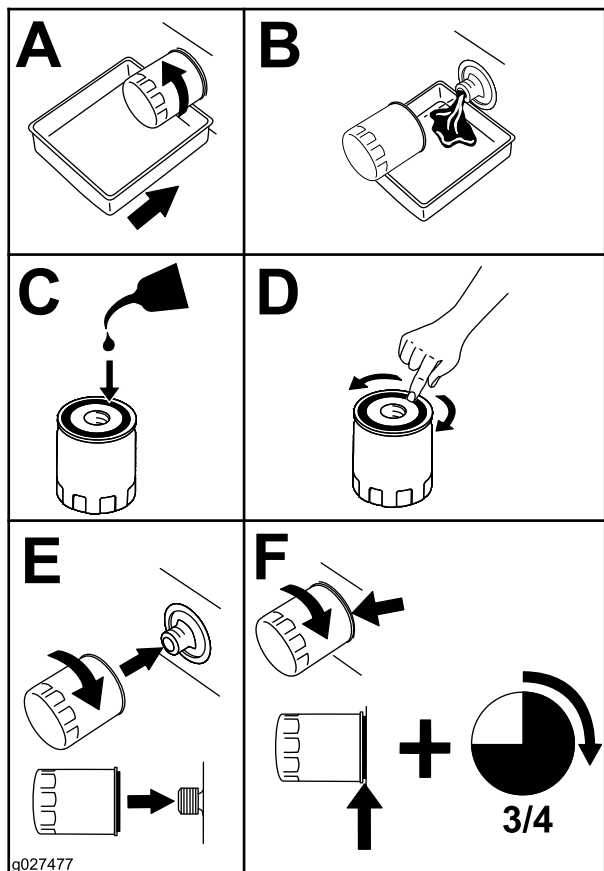

Figura 67
2. Sustituya el filtro de aceite del motor (Figura 67).